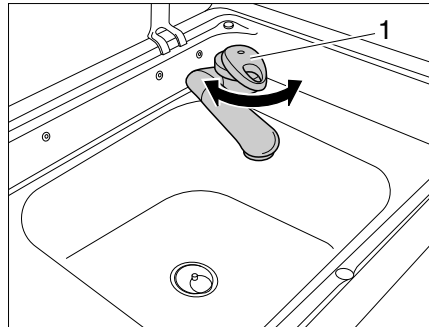

Bild 47 Spülbecken mit Wasserhahn
Das Fahrzeug ist mit einem eingebauten Wasserkanister ausgestattet. Eine elektrische Wasserpumpe pumpt das Wasser an den Wasserhahn (Bild 47, 1). Durch Öffnen des Wasserhahns schaltet sich die Wasserpumpe automatisch ein und pumpt Wasser zur Entnahmestelle.
- Wasserhahn (Bild 47,1) drehen.
- Wasserhahn (Bild 47,1) zurück drehen.